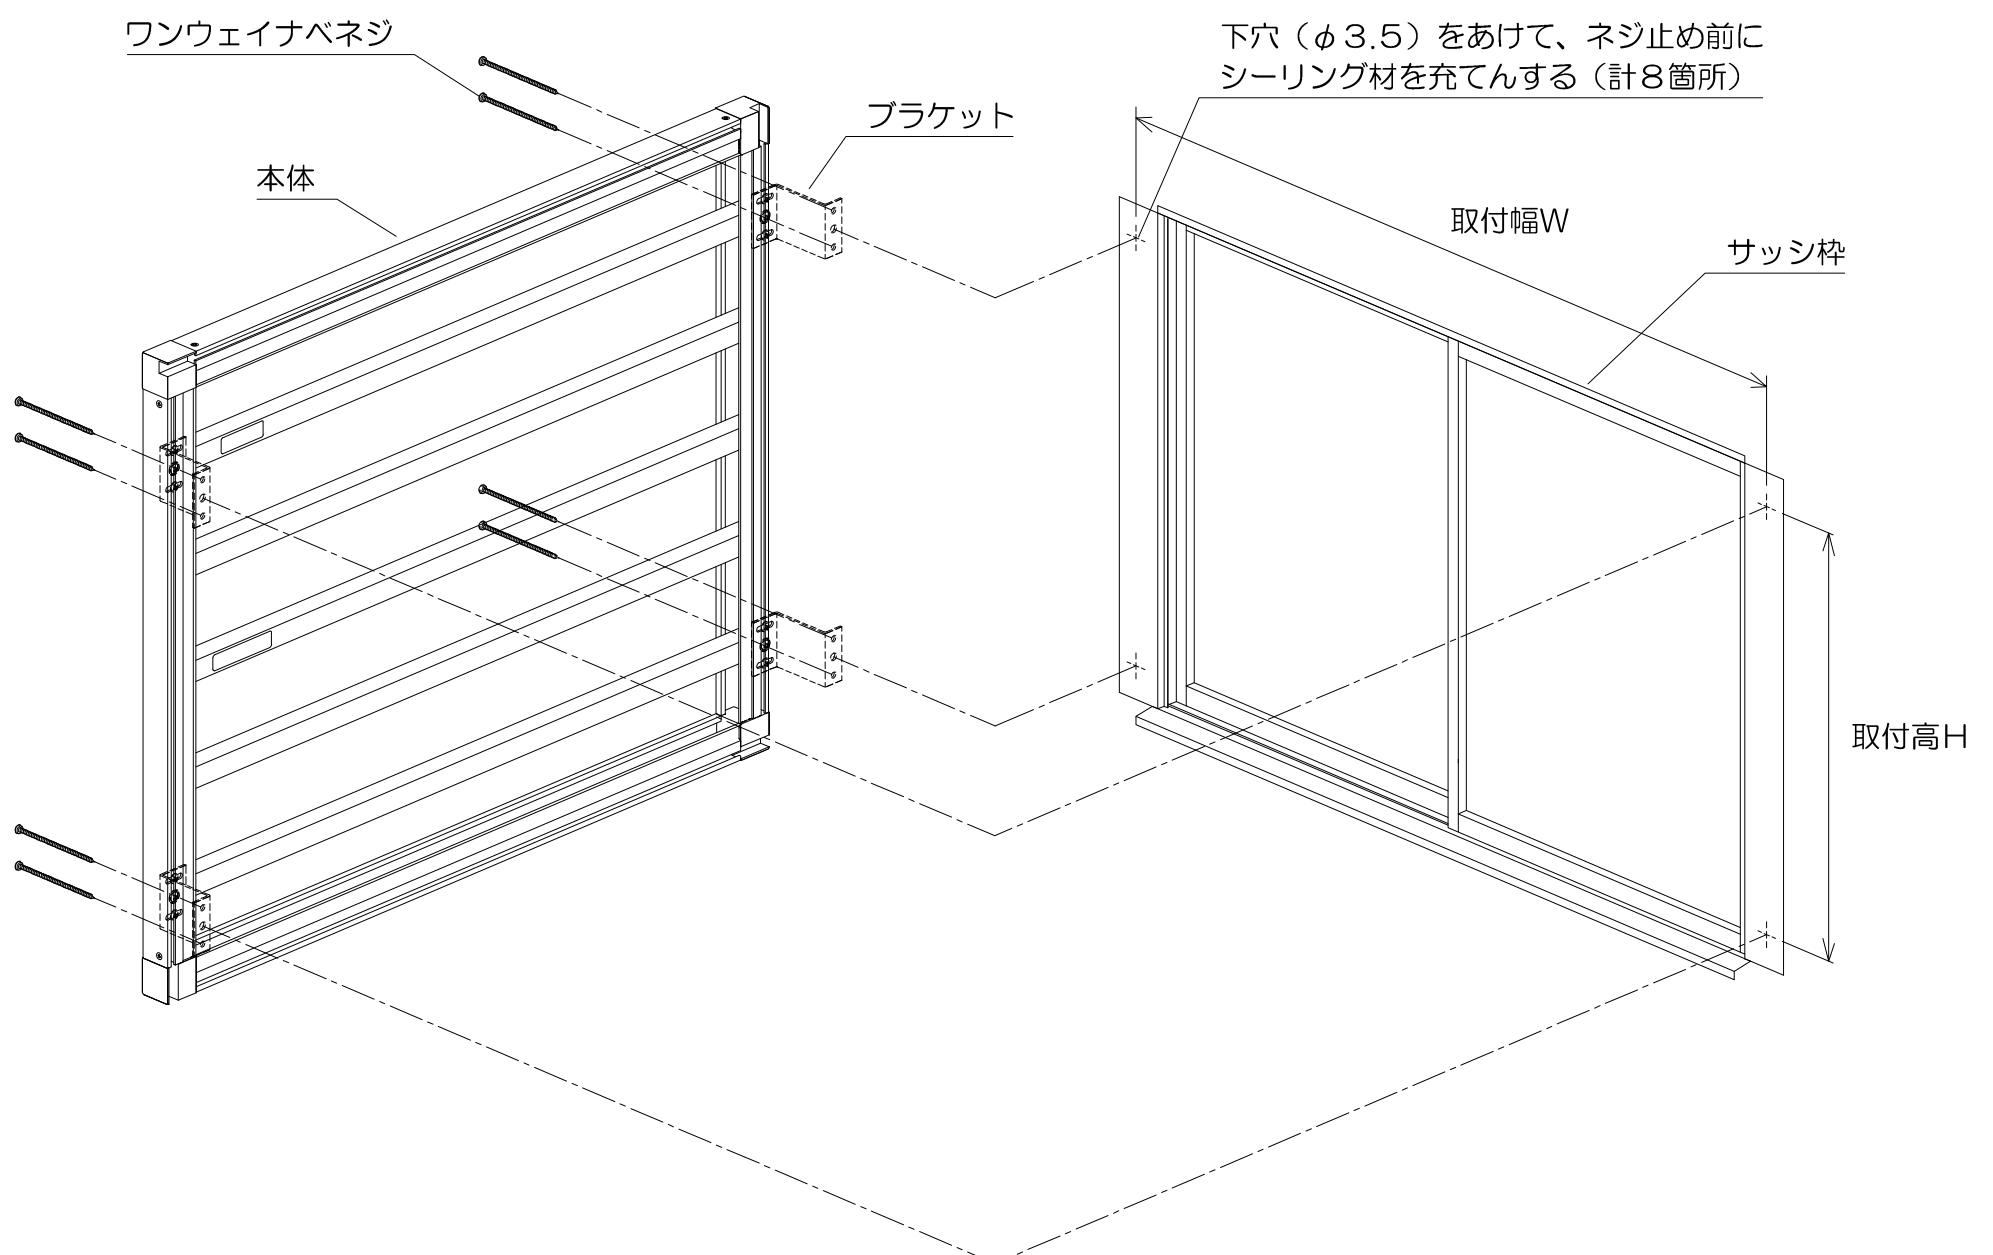

図2. 取付位置の墨出し, 本体の取付
- ブラケットを取付ける位置に墨出ししてください(図2)。
- ワンウェイナベネジの固定位置に下穴(φ3.5)をあけてください(図2)。
- 本体をワンウェイナベネジφ4×90にて固定してください(図2)。